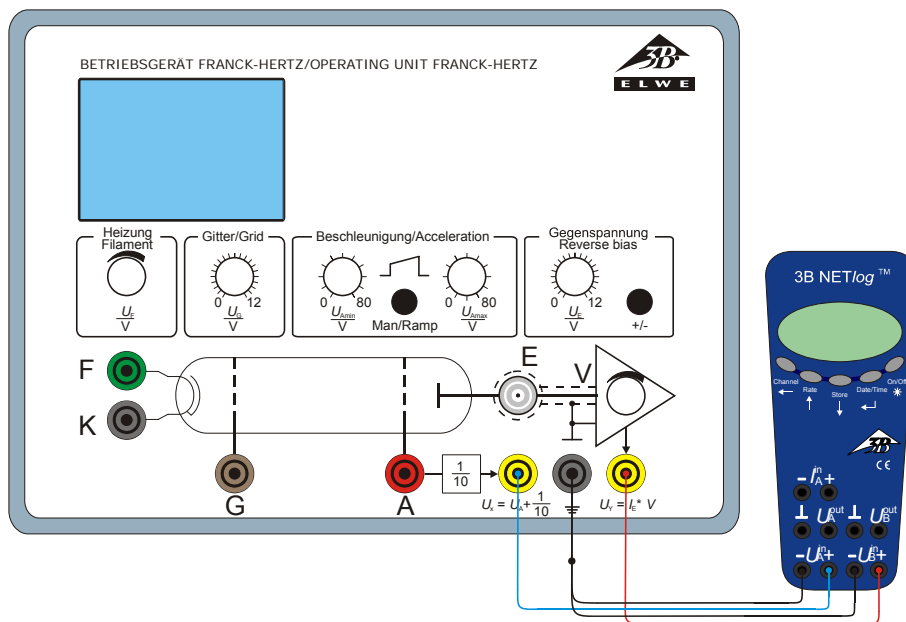

Fig. 6 Anschluss des 3B NET/log™ an das Betriebsgerät für Franck-Hertz-Experiment
- 3B NET/og™ ans Betriebsgerät für Franck-Hertz-Experiment anschließen. (siehe Fig. 6) Dazu Ausgang U_x des Betriebsgeräts für Franck-Hertz-Experiment an Eingang A und Ausgang U_y an Eingang B des 3B NET/og™ anschließen.